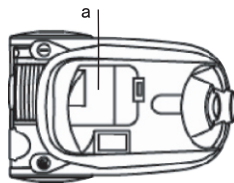

图22
- 1.打开电机进风过滤盖(图22/a)，取出电机进风过滤。